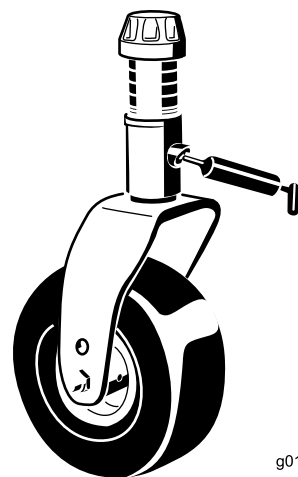

Figura 69
- Dois casquilhos de eixo da forquilha da roda giratória (Figura 69)